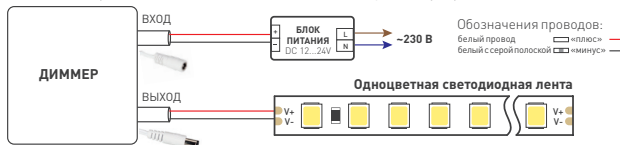

Рис. 3. Схема подключения диммера SR-PRIME-UP
- 3.5. Подключите светодиодную ленту или другой светодиодный источник света к выходу диммера, соблюдая полярность подключения проводов (рис. 3).
- 3.6. Соблюдая полярность, подключите блок питания к входу диммера (рис. 3).